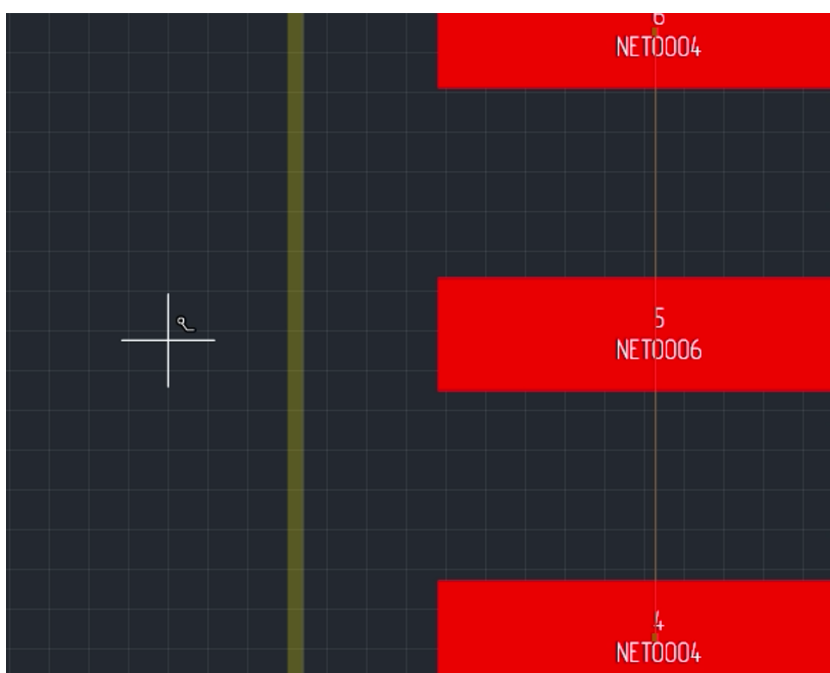

Рис. 201 Вид курсора при использовании инструмента «Разместить трек»
2. После того как инструмент «Разместить трек» выбран, курсор в рабочей области изменит свой вид, см. Рис. 201. Текущие координаты курсора отображаются в строке состояния.